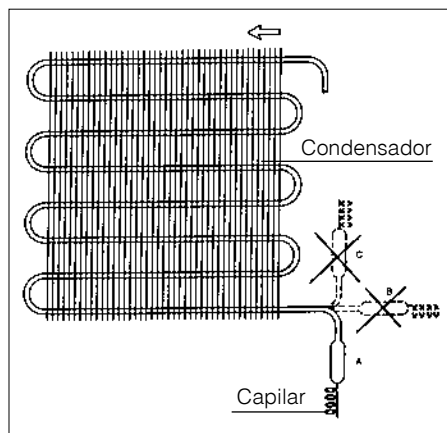

Figura 29 - Filtro Secador
- El filtro secador debe ser instalado en la posición vertical con el capilar en la parte inferior (vea la figura 29).